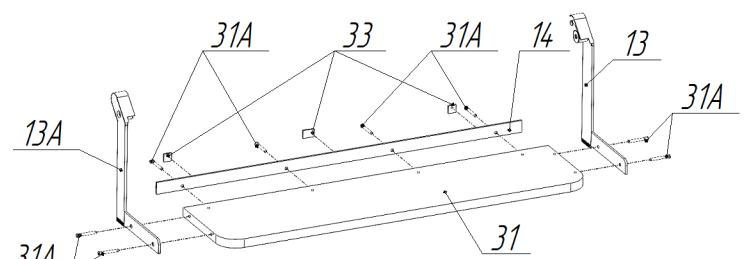

Рис.7
8. Присоединить к полке поз.31 усилий полки поз.14 и опоры поз.13 и 13А, используя винты-конфирматы поз.31А (см.рис.7). Усилий полки расположить таким образом, чтобы головки винтов-конфирматов попали в конусные отверстия, а большее расстояние от отверстий на усиливателье до кромки усиливателя оказалось сверху. Разрезать пополам накладку войлочную поз.33 и приклейте к усиливателю полки в соответствии с рисунком 7. Ещё одну накладку поз.33 приклейте целиком по центру усиливателя (рис.7).